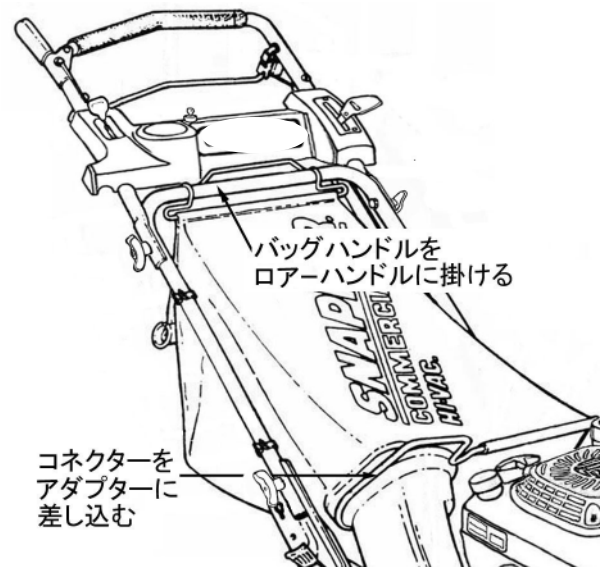

図4-9
1. 集草バッグを取り付けるには、アダプタにコネクターを上から差込みます。そしてバッグハンドルをローハンドル上部に掛けます。(図4-9)